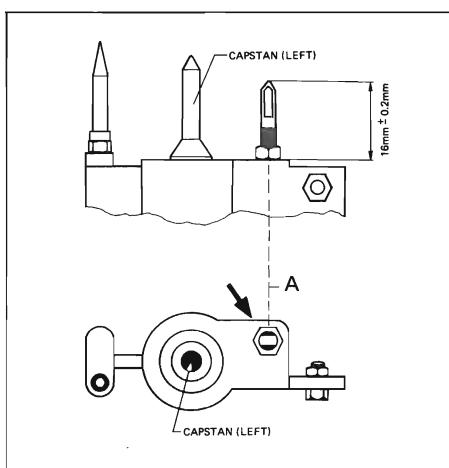

Fig. 3.1
- Die Anfrässungen [A] müssen horizontal justiert sein (Fig. 3.1).
- The milled surface [A] must be adjusted horizontally (Fig. 3.1).
- Les méplats [A] doivent être ajustés horizontalement. (fig. 3.1).